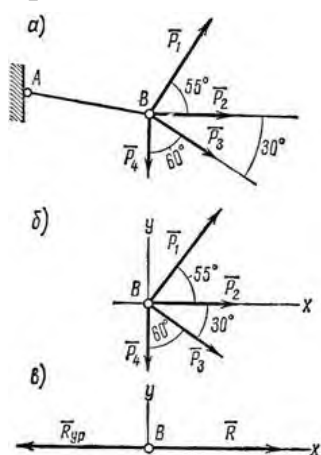

Рисунок 2
1. К концу В веревки АВ прикреплено кольцо, на которое действуют четыре силы:  $P_1 = 40$  Н,  $P_2 = 25$  Н,  $P_3 = 25$  Н и  $P_4 = 20$  Н, направленные, как показано на рис. 2, а (сила  $P_2$  горизонтальна). Определить усилие, возникшее в веревке, и ее направление относительно горизонтали. Решение – методом проекций.